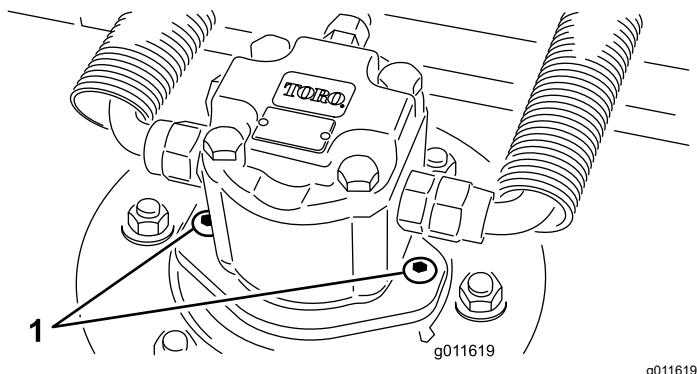

Figura 5
4. Montate il motore idraulico sul piatto di taglio (Figura 5). Verificate che l'O-ring sia in sede e non sia danneggiato.